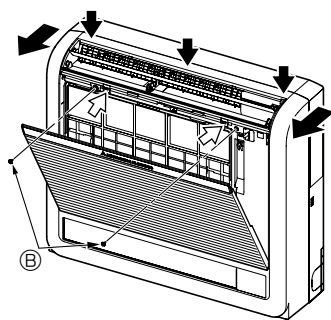

Fig. 3-3
- 1) Надавите в 2-х местах, указанных стрелками  $\leftrightarrow$ , и откройте переднюю решетку. (Fig. 3-3)